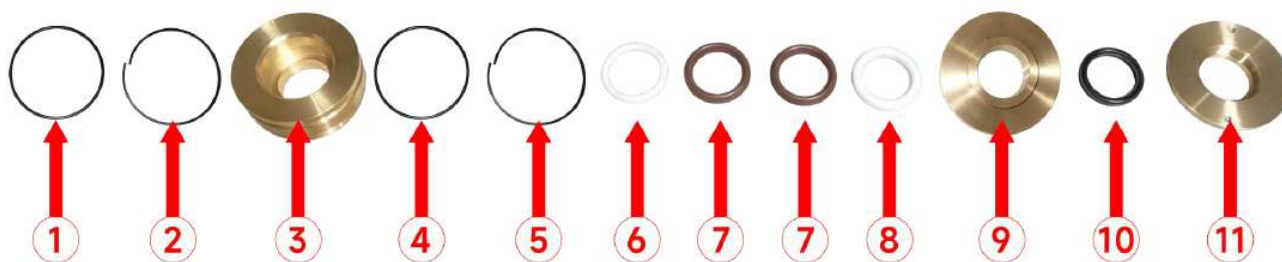

Рис. 9. Состав уплотнительного комплекта
Состав уплотнительного комплекта показан на рис. 9. Снятые детали раскладывают в порядке извлечения — при сборке их взаимное положение должно быть восстановлено в точности.
1. **Уплотнительный комплект** — собирать в порядке, обратном демонтажу; состав комплекта приведён на рис. 9.